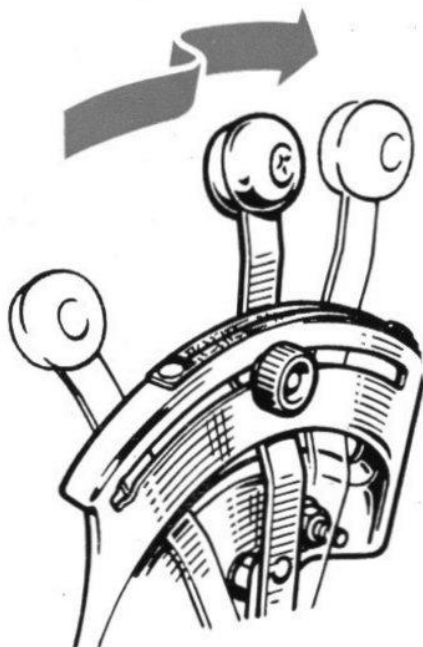

FIG. 55
Ne pas oublier qu'en terrain dur et avec un outil léger il est préférable de fixer la profondeur par l'avant de la butée (7) en déplaçant latéralement le levier de relevage (6) (voir fig. 55). Ainsi il sera toujours facile de profiter du poids de l'outil pour retrouver la profondeur de travail plus rapidement à l'attaque d'une nouvelle raie.